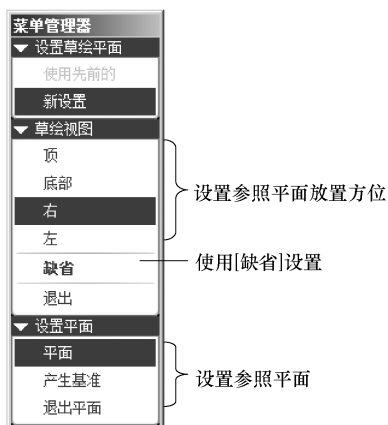
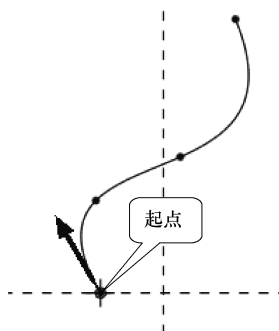

图 6-7 【草绘视图】菜单
图 6-8 设置起点
(3) 设置看图方向。在【方向】菜单中设置看图方向（就是垂直于草绘平面的投影方向），图形中将以紫色箭头显示，若选择【确定】选项，则接受箭头所示的看图方向，出现【草绘视图】菜单，如图 6-7 所示；若选择【反向】选项，则箭头方向指向相反一侧。
(4) 设置草绘平面的放置方位。在【草绘视图】菜单有【顶】、【底部】、【右】和【左】4 个命令选项。根据设计要求选择一项，而后在出现的【设置平面】菜单选择【平面】选项，在图形区选择与草绘平面垂直的平面，作为决定草绘平面放置方位的参照。同前面创建拉伸、旋转等特征草绘过程类似，结果是该平面积聚型投影的放置方位确定草绘平面定向到与屏幕平行时的放置方位。通常情况下，使用【草绘视图】菜单中的【缺省】选项即可，这样使用【缺省】设置放置草绘平面的方位。
(5) 草绘轨迹。完成上述设置后，进入草绘环境，可在其中草绘扫描轨迹，扫描轨迹有起点，附着一个箭头，如图 6-8 所示。
(6) 完成后，单击【草绘器工具】工具栏中的【完成】按钮，结束草绘，进入截面绘制状态。